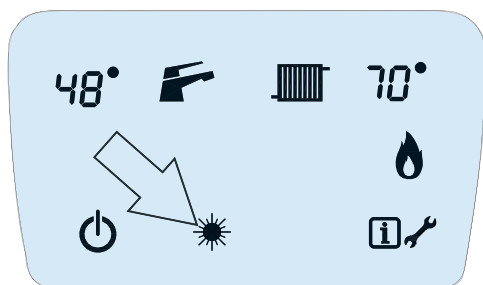

Fig. 7.1
- **Modalità ESTATE**, durante la quale vengono disattivate tutte le funzioni per il riscaldamento domestico e viene mantenuta la sola modalità di produzione di acqua calda sanitaria. Quando l'apparecchio si trova in questa modalità è indicato sul display nella pagina FUNZIONE il simbolo del SOLE (fig. 7.1).